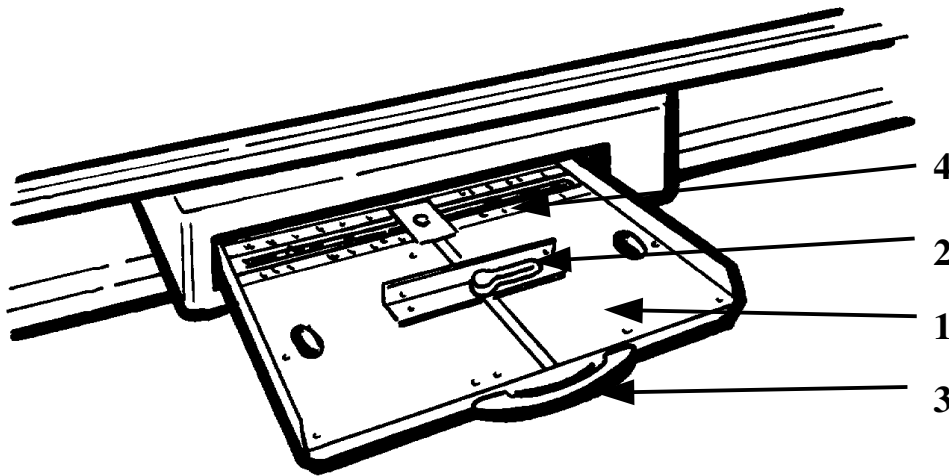

Abbildung 2-1: Kassettenlade
Die Bedienelemente der Kassettenlade KLFA werden in Abbildung 2-1 gezeigt und ihre Funktionen auf der folgenden Seite beschrieben.
Die Kassettenlade KLFA (Abbildung 2-1, Bedienelement 1) dient zur Aufnahme der Röntgenfilmkassetten.
Die Röntgenfilm-Kassette wird durch die Klemmvorrichtung (Abbildung 2-1, Bedienelement 2) festgeklemmt. Dabei wird die Röntgenfilmkassette automatisch quer zur Tischplatte zentriert.
Nach Herausziehen der Kassettenlade KLFA (Abbildung 2-1, Bedienelement 1) am Handgriff (Abbildung 2-1, Bedienelement 3) aus der Laufrastereinrichtung bis zum Anschlag kann die Röntgenfilm-Kassette eingelegt werden.
Längs zur Tischplatte kann die Röntgenfilm-Kassette von Hand durch Ausrichten nach den Mittenmarkierungen oder durch Einstellen des Kassettenpositionierers (Abbildung 2-1, Bedienelement 4) auf die entsprechende Röntgenfilm--Kassettengröße in Position gebracht werden.
- Die Kassettenlade KLFA (Abbildung 2-1, Bedienelement 1) am Handgriff (Abbildung 2-1, Bedienelement 3) bis zum Anschlag aus der Laufrastereinrichtung herausziehen.
- Die Sperrklinke zum Öffnen/Schließen der Klemmvorrichtung (Abbildung 2-1, Bedienelement 2) zur seitlichen Fixierung der Röntgenfilm-Kassette gegen den Uhrzeigersinn drehen.
- Die Klemmvorrichtung (Abbildung 2-1, Bedienelement 2) so weit öffnen, dass eine Röntgenfilm-Kassette mit der gewünschten Größe eingelegt werden kann.
- Die Röntgenfilm-Kassette einlegen, wobei ihre Mittellinie nach den Einkerbungen an der Klemmvorrichtung (Abbildung 2-1, Bedienelement 2) auszurichten ist oder nach Einrasten des Kassettenpositionierers (Abbildung 2-1, Bedienelement 4) in der der Röntgenfilm-Kassettengröße entsprechenden Rastung (13 cm, 18 cm, 24 cm, 30 cm, 35 cm, 40 cm oder 43 cm), die Röntgenfilm-Kassette an den Kassettenpositionierer (Abbildung 2-1, Bedienelement 4) heranschieben.
- Die Klemmvorrichtung (Abbildung 2-1, Bedienelement 2) an die Röntgenfilm-Kassette drücken, und zur Arretierung die Sperrklinke im Uhrzeigersinn drehen.
- Die Kassettenlade KLFA (Abbildung 2-1, Bedienelement 1) bis zum Anschlag in die Laufrastereinrichtung einschieben.